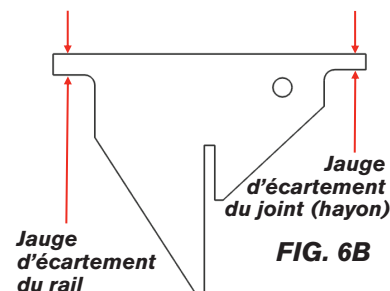

FIG. 6B
- Une autre façon est de mesurer l'espace libre avec la jauge d'écartement du joint fournie (Fig. 6B et 6C) : on doit pouvoir la glisser tout juste entre le joint d'extrémité et le talon.